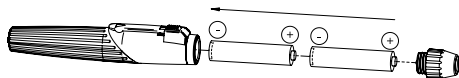

Fig. 3
Desenrosque le cabezal (3) y sacúdala para que salgan las pilas usadas. Introduzca las nuevas pilas con el contacto positivo mirando hacia el cabezal del mango (Fig. 3). A continuación, vuelva a enroscar el cabezal.